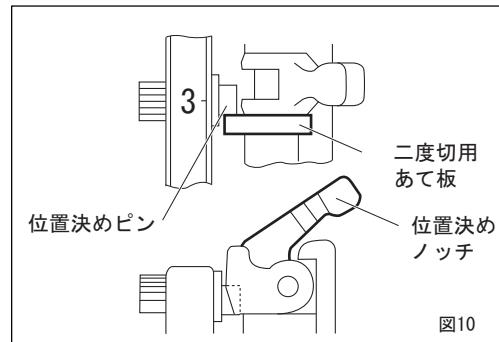

図10
①ダイヘッドをセットの状態にしてください。
②位置決めノッチを倒して、二度切用あて板に位置決めピンを当てる状態で一度目のねじ切りを行います。(図10)